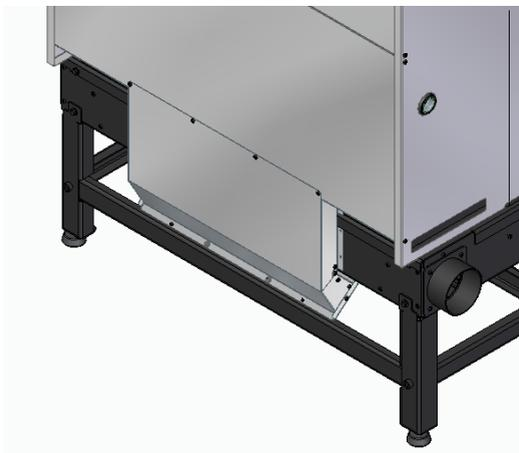

Figura 30
- b) Colocar o conjunto de chapas, fixando-o com os 4 parafusos fornecidos no kit e substituindo os 4 parafusos que foram removidos, Figura 30.